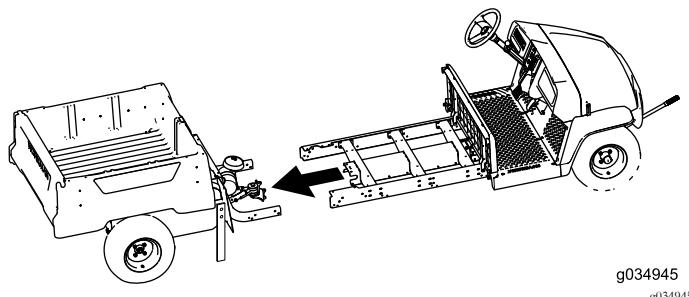

Рисунок 27
- Вместе с помощником сдвиньте переднюю и заднюю секции машины по направлению друг к другу (Рисунок 27).